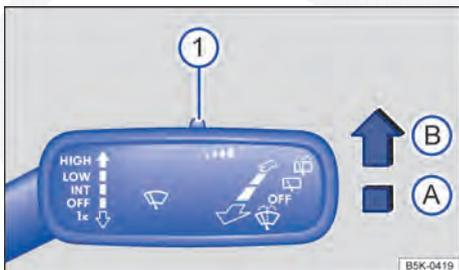

Fig. 86 Na alavanca dos limpadores dos vidros à direita da coluna de direção: ajustar o sensor de chuva e de luz .
A sensibilidade do sensor de chuva e de luz pode ser ajustada manualmente com o interruptor na alavanca dos limpadores dos vidros ⇒ Fig. 86 ① ⇒ ▲.
Pressionar a alavanca para a posição desejada ⇒ Fig. 86: